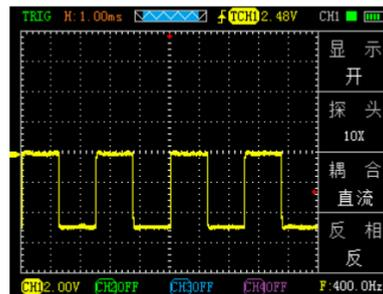

图 2-6
- 按“CH1” → “反相”，按选择功能键“F4”设置为反相反方式。被测信号反相显示。如图 2-6